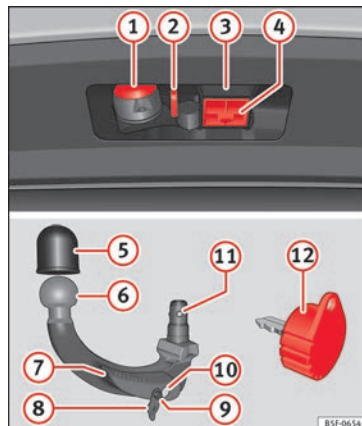

Fig. 213 Soporte del dispositivo de enganche para remolque / bola desmontable / llave
Leyenda de la » fig. 213
- Extraiga el tapón de alojamiento del gancho **(4)** » **fig. 213** hacia abajo.